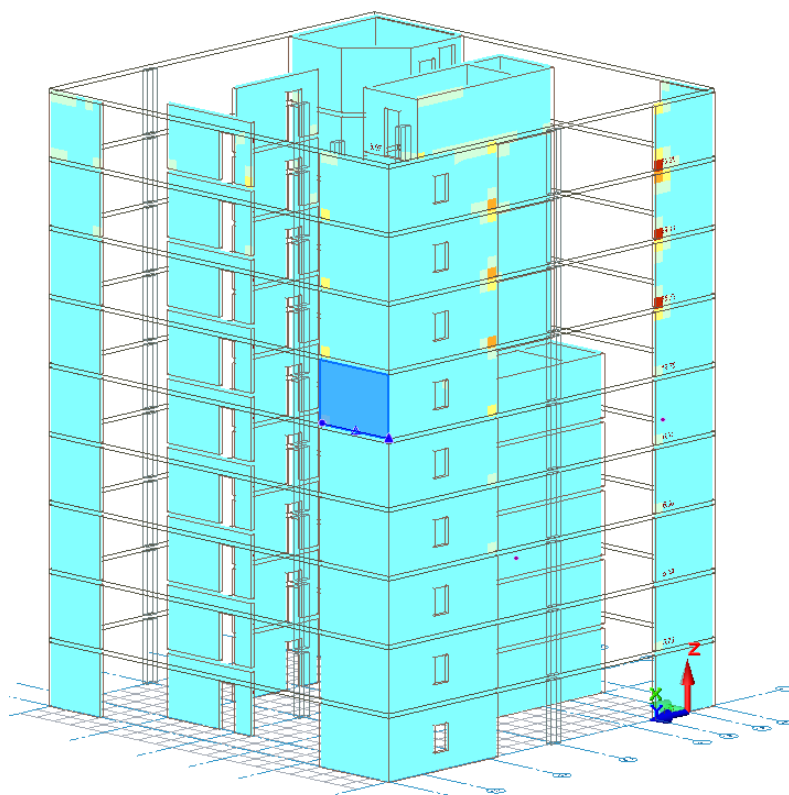

Рис.8.4. Создание унифицированной группы Дж_1
- Руководствуясь отображаемыми значениями и мозаикой площади армирования выделите диафрагму шестого этажа, расположенную на оси И между осями 1-2 (рис.8.4).